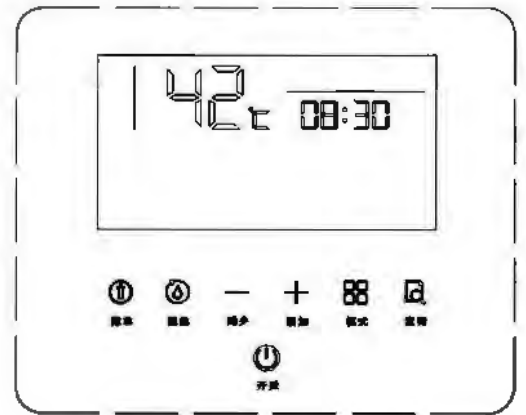
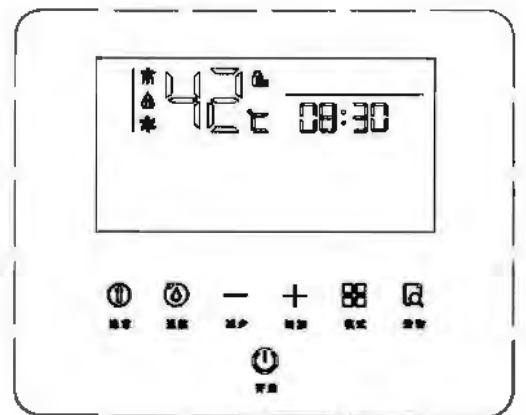

图15
图16
(1) 按下显示器面板的电源键，如图15，显示屏点亮，并显示上次最后使用的设置温度(例如42℃)及实时时间(例如08:30)。
(2) 按“+”“-”键热水器进入温度调节状态，可自由设置温度。温度设置范围在35℃~65℃；35℃~48℃每按一次按键变化1℃，48℃~65℃每按一次按键变化为48℃、50℃、55℃、60℃、65℃，每按一次蜂鸣器响一声。
(3) 打开热水龙头，如图16，热水器便会启动点火，热水随之流出。开水启动后温度设置范围为35℃~50℃，超过50℃只能按下调键“-”(即儿童锁功能，防止烫伤)若想设置水温高于50℃，先关闭热水龙头后再按升温键。
(4) 热水器使用完毕，关闭出水阀，热水器即停止工作，处于待机状态。下次使用时，仅需要打开出水阀即可启动热水器。